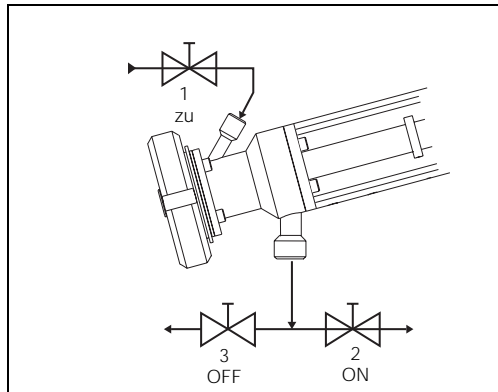

Fig. 4.2 Position de la vanne lors du nettoyage de la chambre de rinçage
2. Nettoyer avec de la vapeur jusqu'à ce que la chambre de rinçage soit chaude. La vapeur est amenée par la vanne 1 et évacuée par la vanne 2 (voir fig. 4.2).